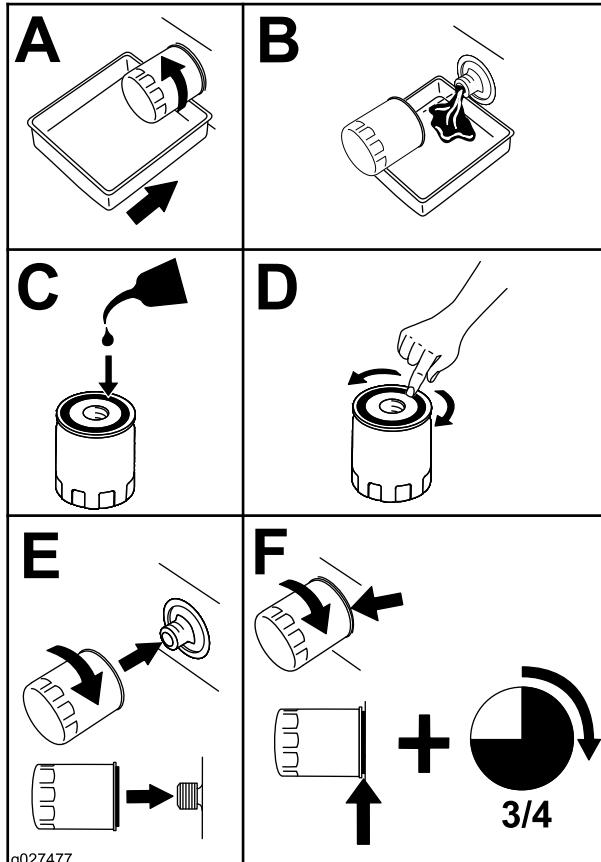

Figure 60
- Remplacez le filtre à huile moteur (Figure 60).